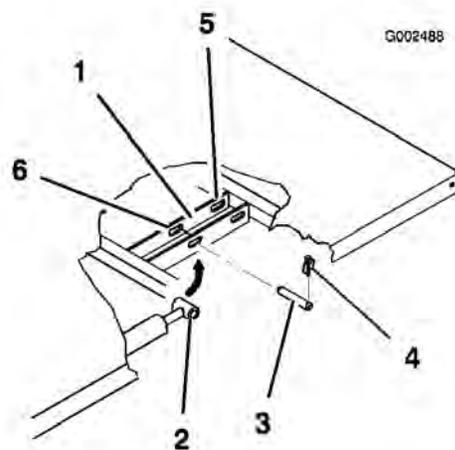

Figure 3
2. Retirez les goupilles à anneau aux extrémités extérieures des axes des tiges de vérins (Figure 3).
3. Retirez les axes de fixation des côtés tiges de vérins aux plaques de montage du plateau en les poussant vers l'intérieur (Figure 3).